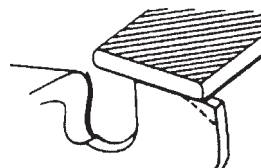

Fig. 39
- 4) Arrondir l'angle avant du limiteur de profondeur afin de conserver la forme initiale du limiteur après usage de la jauge de contrôle. Respectez toujours les valeurs recommandées pour le limiteur de profondeur et indiquées dans le manuel d'entretien ou d'utilisation de votre tronçonneuse (Fig. 39).